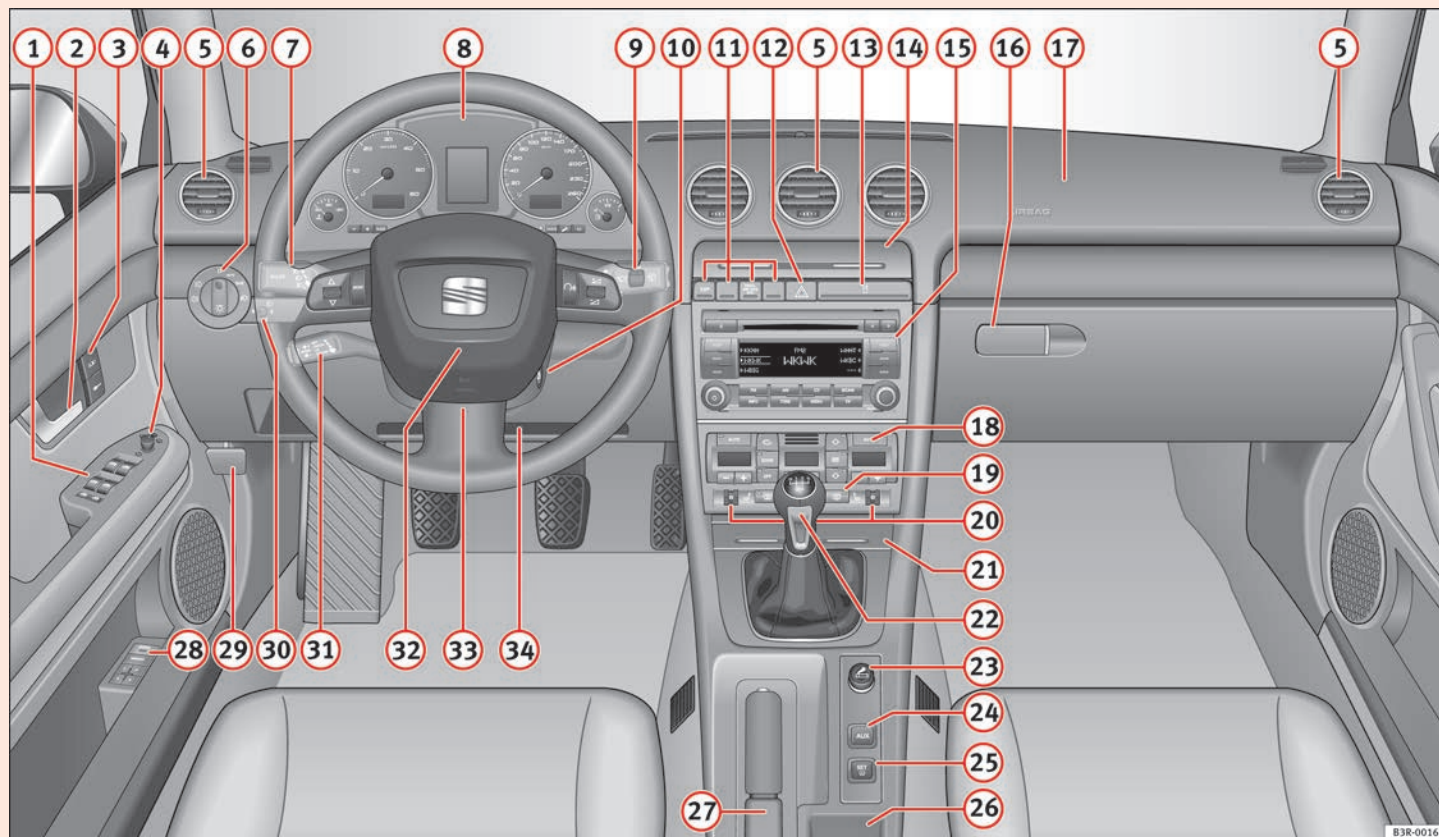

Fig. 36 Alcuni degli strumenti indicati sono disponibili solo per determinati modelli o sono optional disponibili a richiesta.
- Nelle vetture con guida a destra* la disposizione dei comandi è in parte diversa da quella rappresentata nella ⇒ pag. 58, fig. 36. I numeri di riferimento dei comandi sono però gli stessi. ■